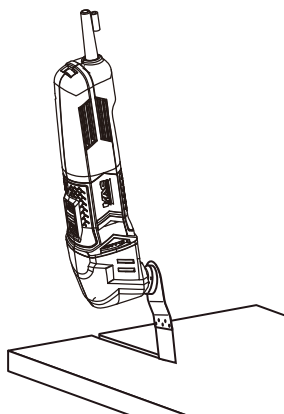

Fig. 18
- > Quando usar a lâmina de serra de imersão (8), levante a lâmina de serra/produto da peça de trabalho e repita os passos para cortar mencionados antes (Fig. 18).